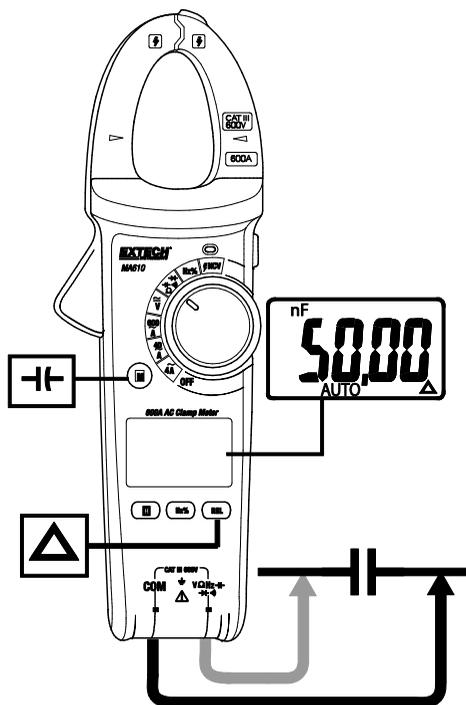

图 7 - 电容测量
3. 将黑色测试导线的香蕉插头插入负极（COM）的插孔中。将红色测试导线的香蕉插头插入红色插孔中。参见图 7。